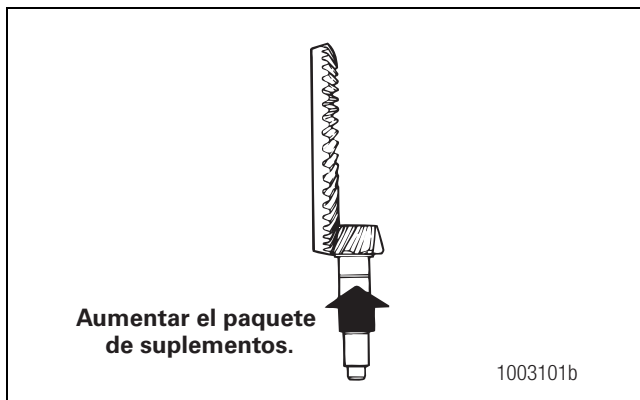

Figura 5.73
- **Para corregir un patrón de contacto bajo:** Aumente el espesor del paquete de suplementos debajo de la jaula del cojinete. Al aumentar el espesor del paquete de suplementos, el piñón de mando se alejará de la corona. Figura 5.73.